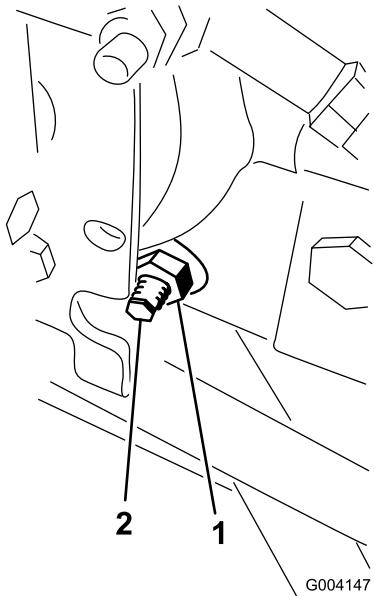

Bild 66
3. Lösen Sie rechts am Hydrostat die Sicherungsmutter an der Fahrantrieb-Einstellnocke (Bild 66).